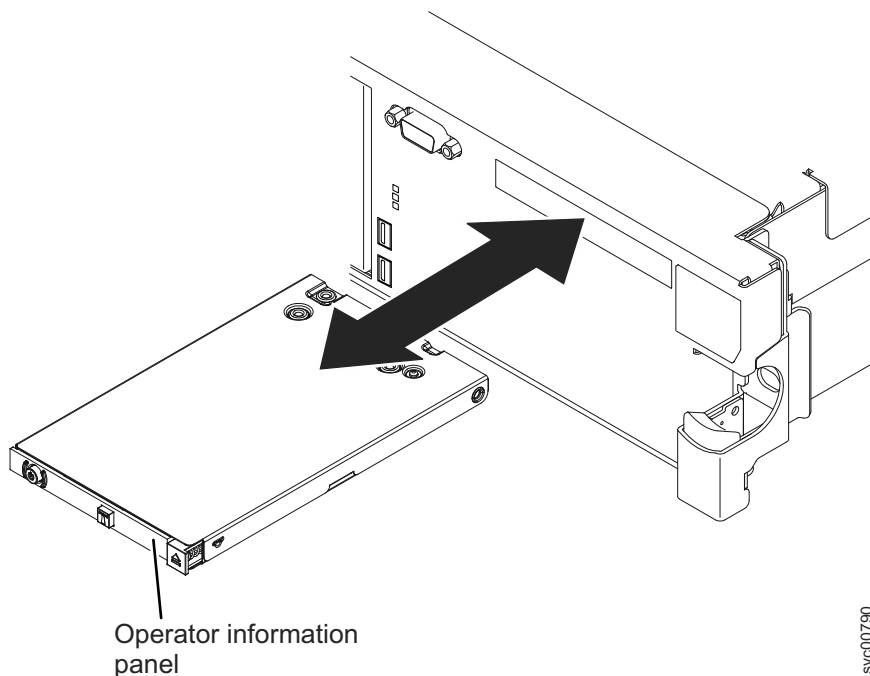

Figura 257. Substituindo o painel de informações do operador do 2145-DH8
2. Na parte frontal do nó, deslize o painel de informações do operador no nó até que ele encaixe, conforme mostrado em Figura 257 na página 320.